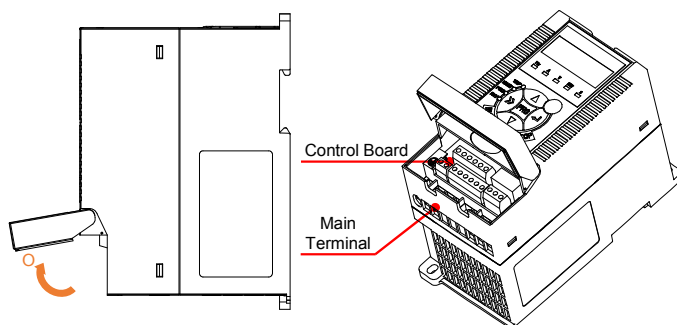

Рис.3-2 NE200 2P 200V 0.4~2.2kW(GB)/3P 400V 0.75(GB)~5.5kW(PB)
- Для доступа к клеммам, поднимите пластиковую крышку, как показано на Рис. 3-2.